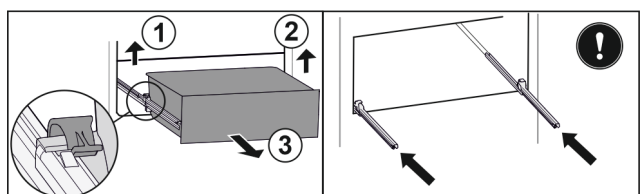

Fig. 75
- ▶ Linke Klemme anheben und gleichzeitig Schubfach links nach vorne ziehen. *Fig. 75 (1)*
- ▶ Rechte Klemme anheben und gleichzeitig Schubfach rechts nach vorne ziehen. *Fig. 75 (2)*
- ▶ Schubfach nach vorne entnehmen. Fig. 75 (3)